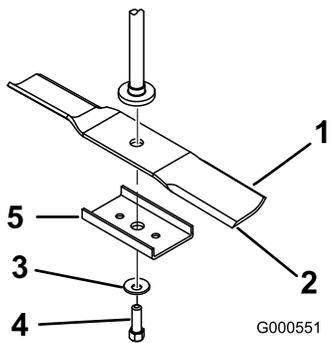

Figura 45
2. Retire el perno de la cuchilla, la arandela curva, el refuerzo y la cuchilla del eje (Figura 45).
2. Instale el refuerzo de la cuchilla, la arandela curva (con la copa hacia la cuchilla) y el perno de la cuchilla (Figura 45).
1. Instale la cuchilla en el eje (Figura 45).